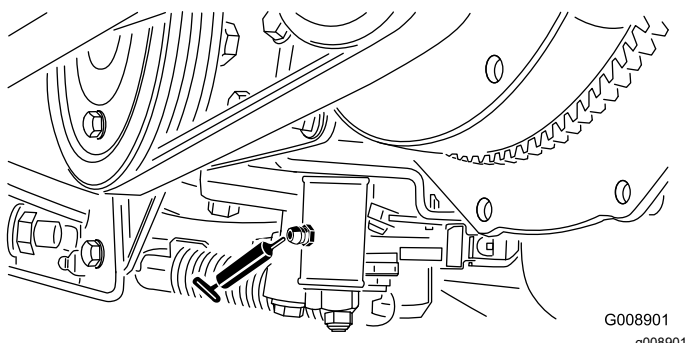

Figura 60
- Mecanismo de ajuste do ponto morto (Figura 60)